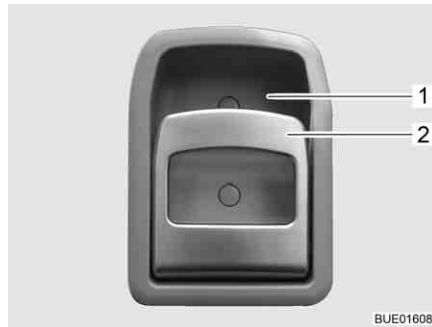

Bild 64 Türschloss Eingangstür, innen
- Öffnen:** ■ Am Griff (Bild 64,2) ziehen. Das Türschloss wird entriegelt bzw. geöffnet.
- Verriegeln:** ■ Griff (Bild 64,2) oben in Richtung Griffschale (Bild 64,1) drücken. Das Türschloss wird verriegelt.